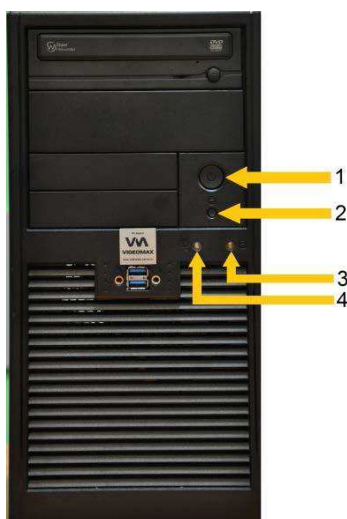

Рис. 2 Лицевая сторона видеосервера. Включение видеосервера
- 3 - нажать кнопку включения Видеосервера на передней панели (Рис. 2);